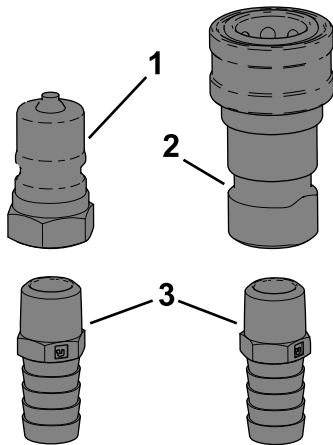

Bild 11
2. Schrauben Sie das gerade Anschlussstück in die Kupplung (Bild 11).